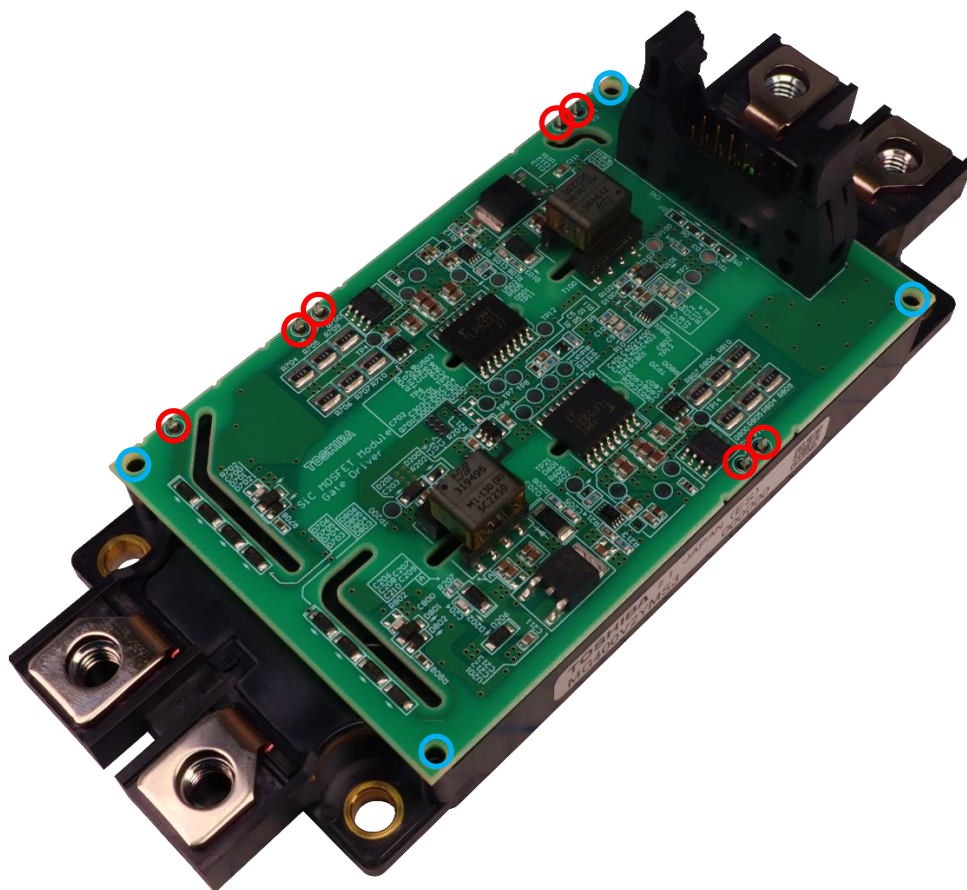

図 4.6 SiC MOSFET モジュール接続時の動作確認接続例
- ・本デザインを SiC MOSFET モジュール上に載せ、7 つの信号端子が本デザインのスルーホールに嵌合するか確認してください (図 4.6 赤丸参照)。
- ・ねじの締め付けは手締めで、くり返しの締め付けは行わないでください (図 4.6 青丸参照)。